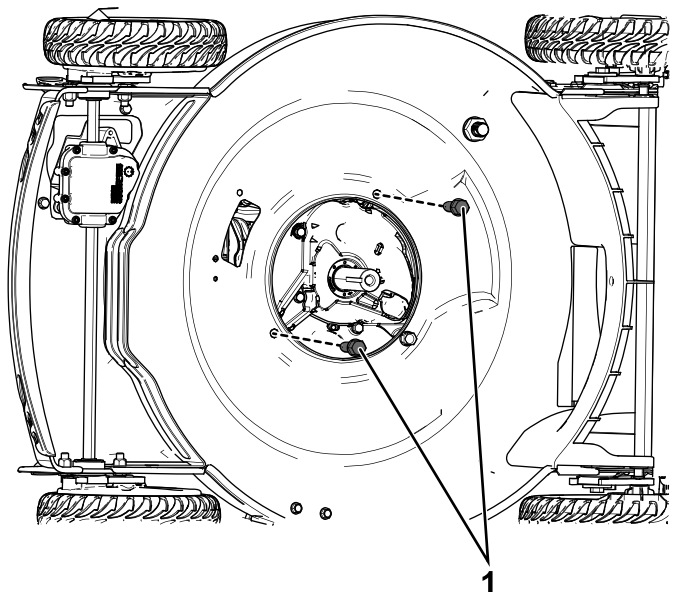

Figura 7
1. Instale los 2 pernos de montaje del motor ($\frac{3}{8}$ " x 1") y apriételos a 45 N·m (Figura 7).